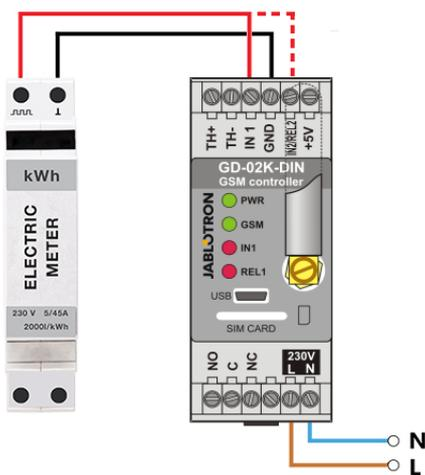

Figura 6: Modalità misurazione consumo elettrico
- Questa modalità richiede la connessione tra l'uscita a impulsi del misuratore elettrico e i morsetti IN1 o IN2 e il morsetto GDN su GD-02K-DIN (vedi Figura 6). Se il misuratore dell'elettricità è di tipo a due tariffe oppure vi sono due misuratori indipendenti, è possibile sfruttare entrambi gli ingressi contemporaneamente. Il misuratore dell'elettricità può essere monofase oppure trifase